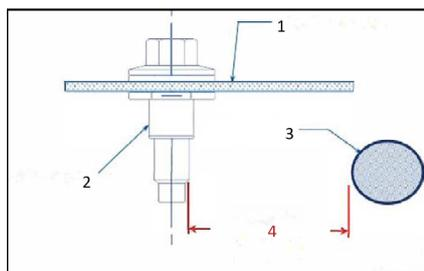

Fig. 2
- Les fixations (et/ou les autres méthodes de fixation) qui dépassent sous le plancher du véhicule doivent avoir une DISTANCE MINIMALE de 50,8 mm (2,0") par rapport à tous les câbles haute/basse tension et/ou les conduites de liquide de refroidissement et/ou les conduites de frein hydrauliques environnants pour éviter les dommages/écrasements. (Figure 2)